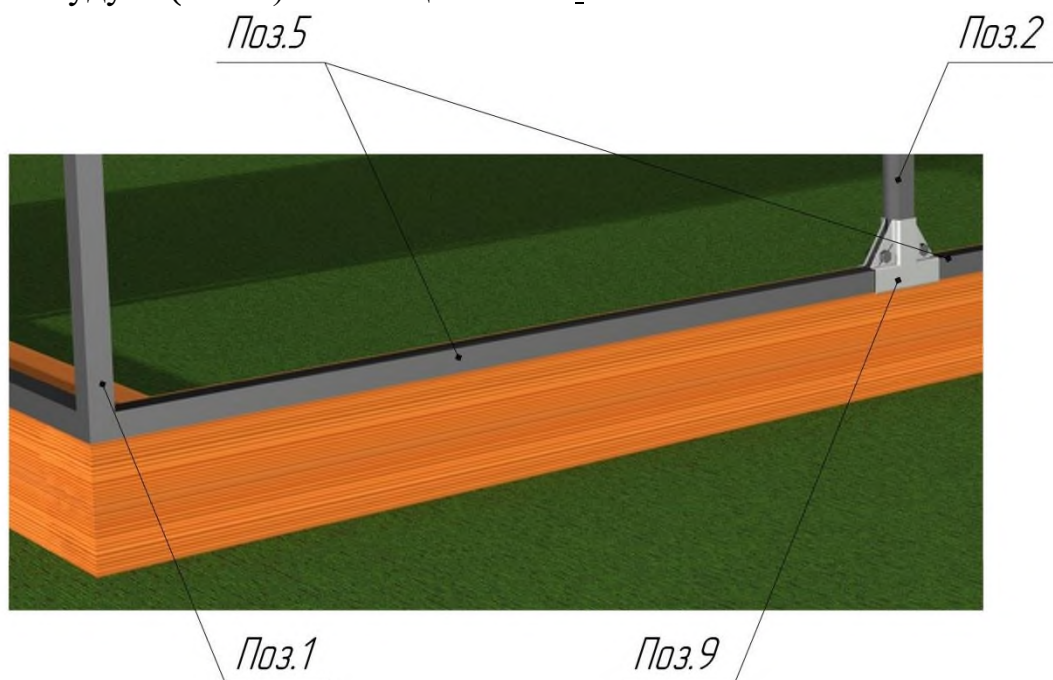

Рис.7 Монтаж торцов с форточкой и дверью и нижнего основания на брусья
- 4.1 Соединить Поз.5 с Поз.1 с помощью оцинкованных уголков 40х40 мм. (Поз.11). Закрепить на брусья саморезами или гвоздями (в комплект поставки не входят) (рис.7). Установить собранные полдуги (Поз.2) с помощью Поз.9 на Поз.5.